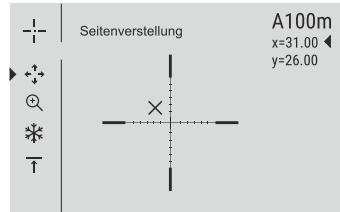

Abb.5
- Falls die Treffpunktlage mit der Zielpunktlage (mit Absehenmitte des Zielfernrohrs) nicht zusammenfiel, halten Sie die Taste **M** (4) gedrückt, um ins Hauptmenü zu übergehen.
- In der Bildschirmmitte erscheint ein Hilfskreuz  , oben rechts erscheinen Koordinaten X und Y des Hilfskreuzes (s. Abb. 5).
- Halten Sie das Absehen im Zielpunkt und drücken Sie die Tasten **UP** (3) und **DOWN** (5) um das Hilfskreuz zu schieben, bis es mit dem Treppunkt zusammenfällt.
- Um die Bewegungsrichtung des Hilfskreizes von waagerecht auf senkrecht zu wechseln, drücken Sie kurz die Taste **M** (4).